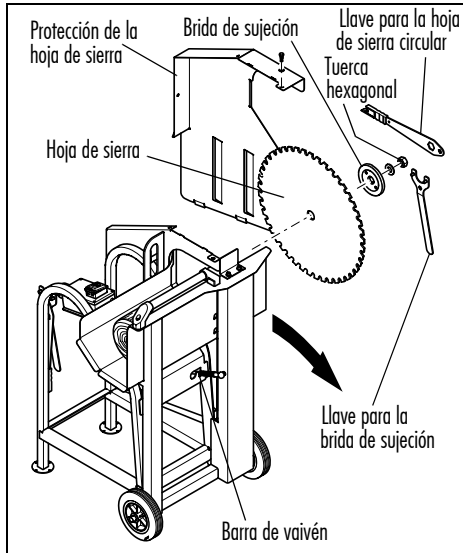

Ilustración 7 - Cambio de la hoja de sierra
- ◆ Controlar el asiento firme de la hoja de sierra circular y reapretar la tuerca hexagonal en caso de que fuera necesario (ver Ilustración 7 - Cambio de la hoja de sierra).